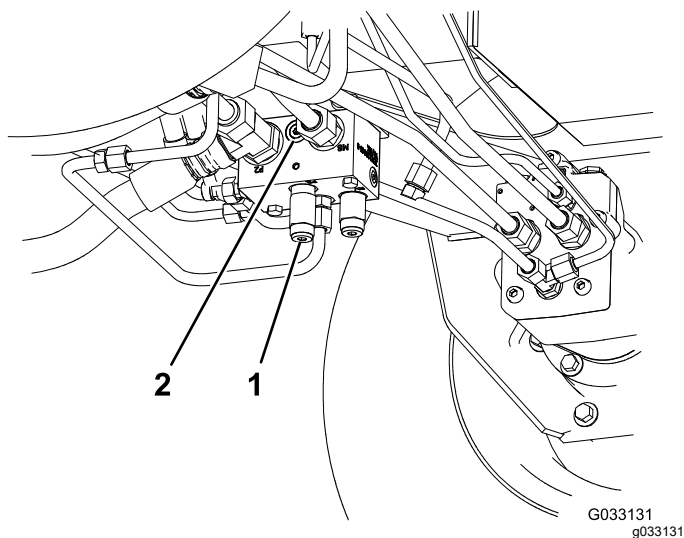

Figure 39
- Coupleur (ref. Toro 95-0985) (2)
- Raccord hydraulique (ref. Toro 340-77) (2)
1. Montez un raccord de diagnostic dans l'orifice non identifié situé entre les orifices M8 et P2 sur le collecteur de déplacement arrière (Figure 39).